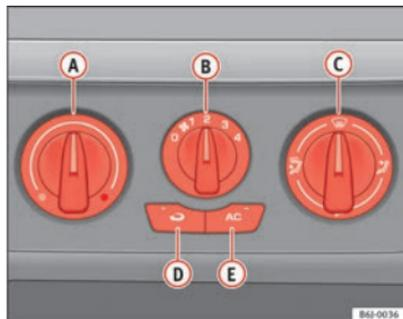

Fig. 102 Comandos do Ar Condicionado no painel de instrumentos
- Desligue o sistema de refrigeração com o botão ⇒ Fig. 102 **AC** (apaga-se o aviso luminoso do botão).
No modo de recirculação de ar ⇒ Fig. 102  (acende-se um aviso no botão) evita-se a entrada de cheiros fortes no habitáculo, como os que são frequentes por exemplo na travessia de um túnel ou num engarrafamento.